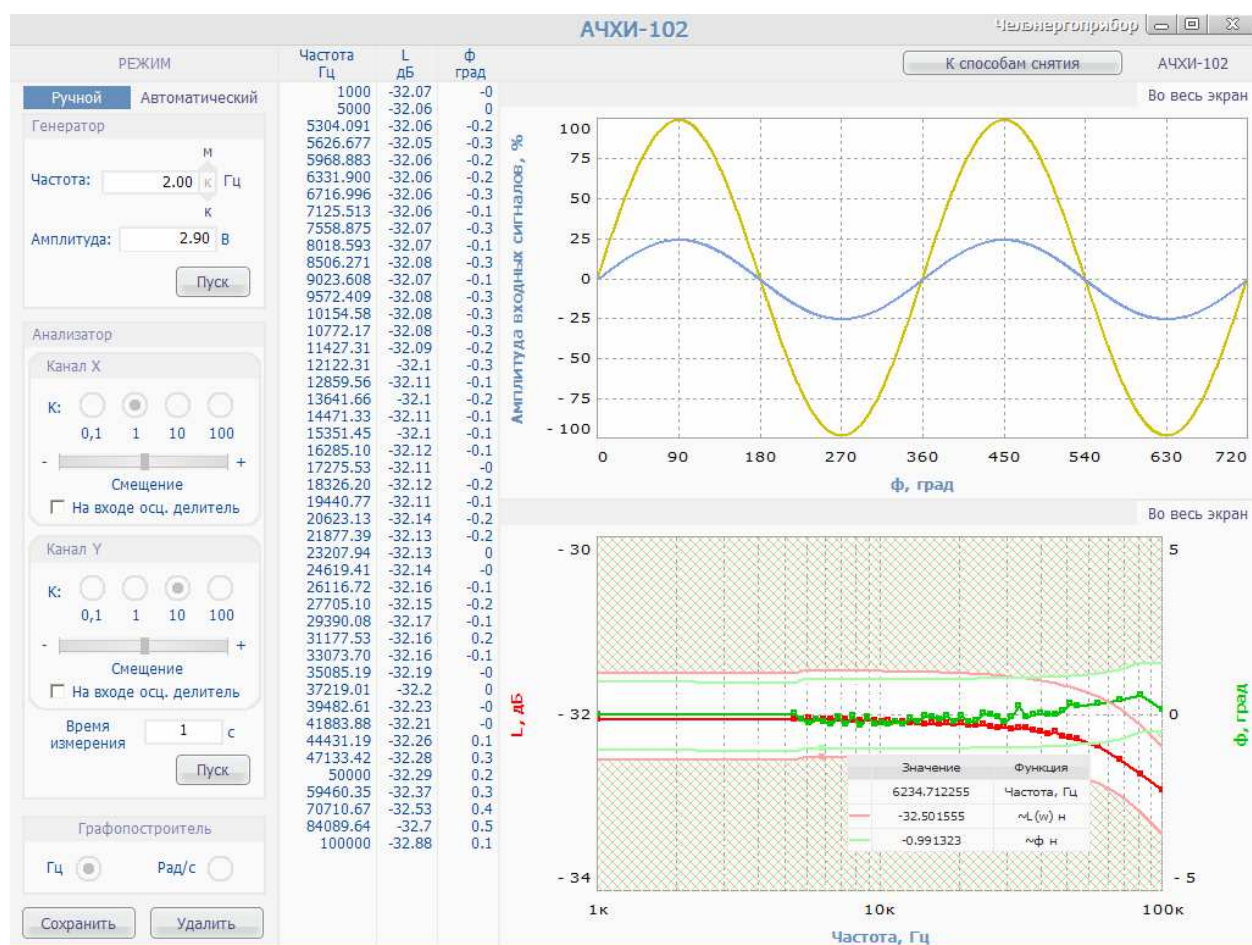

Рис. 14
В условиях рассматриваемого примера для проведения измерений рекомендуется установить следующие параметры: частота сигнала 2 кГц, амплитуда сигнала 2,9 В, десятикратное усиление входного сигнала канала Y, без смещения сигналов (Рис. 14).
В поле «Время измерения» окна «Анализатор» необходимо установить значение в секундах или в периодах. Например, пусть время измерения составляет 1 с (Рис. 14). Обратите внимание на то, что «Время измерения» – это время снятия одной токи ЧХ (время интегрирования T , в формулах (1)).